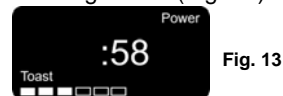

Fig. 13
6. El temporizador contará hacia abajo desde 58 segundos. (Fig. 13).